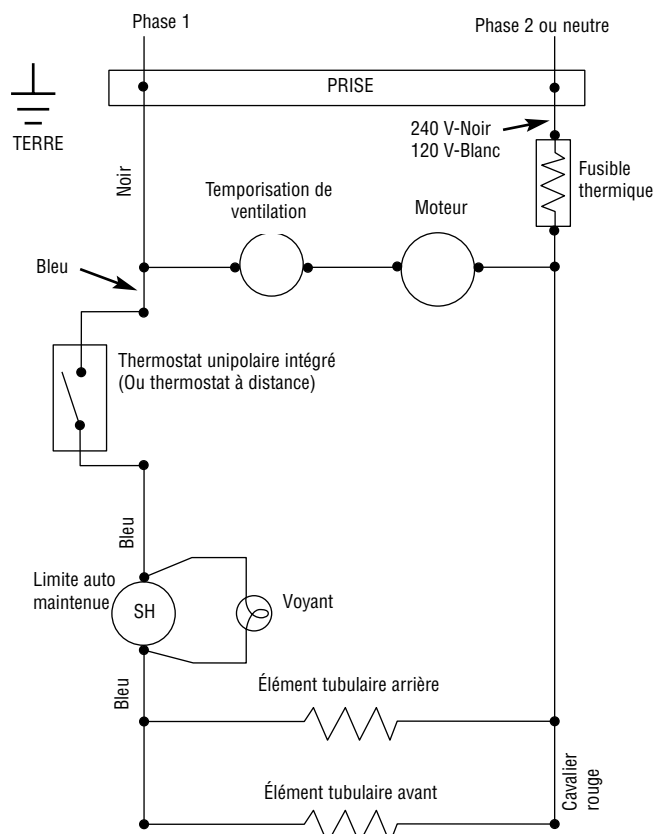

Figure 2 – Câblage avec un thermostat monté dans le radiateur
5. **AVEC UN THERMOSTAT INTÉGRÉ, CÂBLEZ LE RADIATEUR COMME INDIQUÉ EN FIGURE 2.** Tirez le câblage du site du disjoncteur en amont au radiateur. Reliez les fils sur deux (2) fils en tire-bouchon, noirs pour les modèles en 240/208 V, ou noir et blanc pour le modèle 120 V, avec des capuchons de fixation de fils (fournis) Enlevez les capuchons reliant les deux fils bleus. Branchez les fils bleus avec des capuchons de fixation (fournis) sur les fils du thermostat.